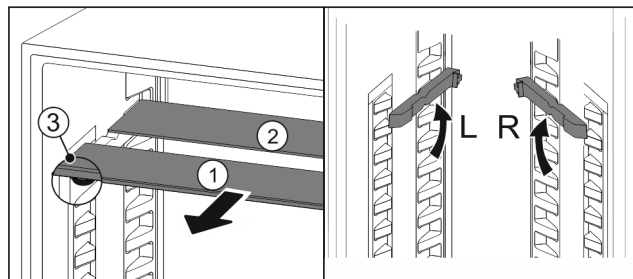

Fig. 97
- ▶ Skleněné desky jednotlivě vytáhněte dopředu Fig. 97 (1).
- ▷ Skleněná deska Fig. 97 (1) s ozdobnou lištou leží vpředu.
- ▷ Zářázky Fig. 97 (3) směřují dolů.